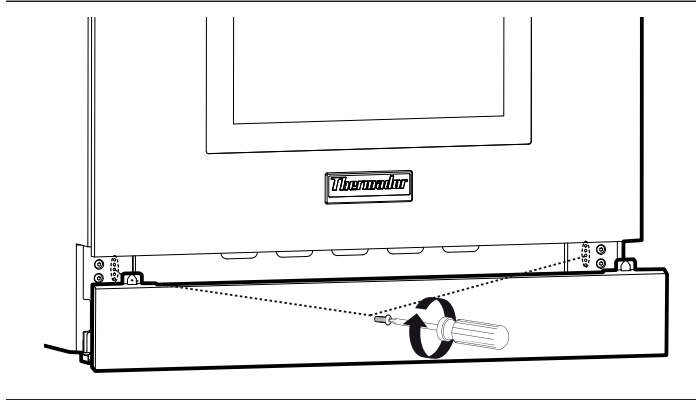

Figura 22: Ajuste del rodapié
2. Coloque el rodapié en una de las cinco posiciones de los agujeros para los tornillos, como se ve en la *Figura 22*. Reinstale los tornillos Torx.